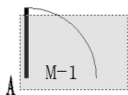

图 3.71 选择制作图块的对象
(4) 在【选择对象】提示下，如图 3.71 所示，选择门和编号 M-1 后按 Enter 键返回对话框。